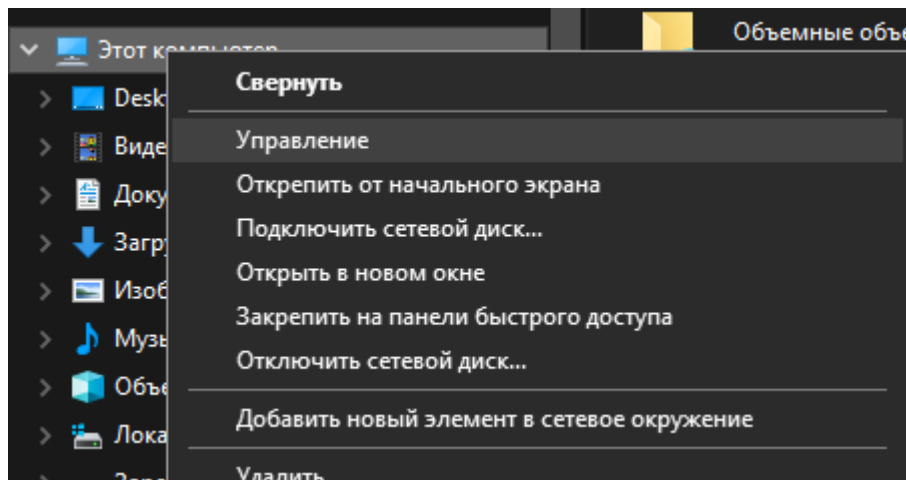
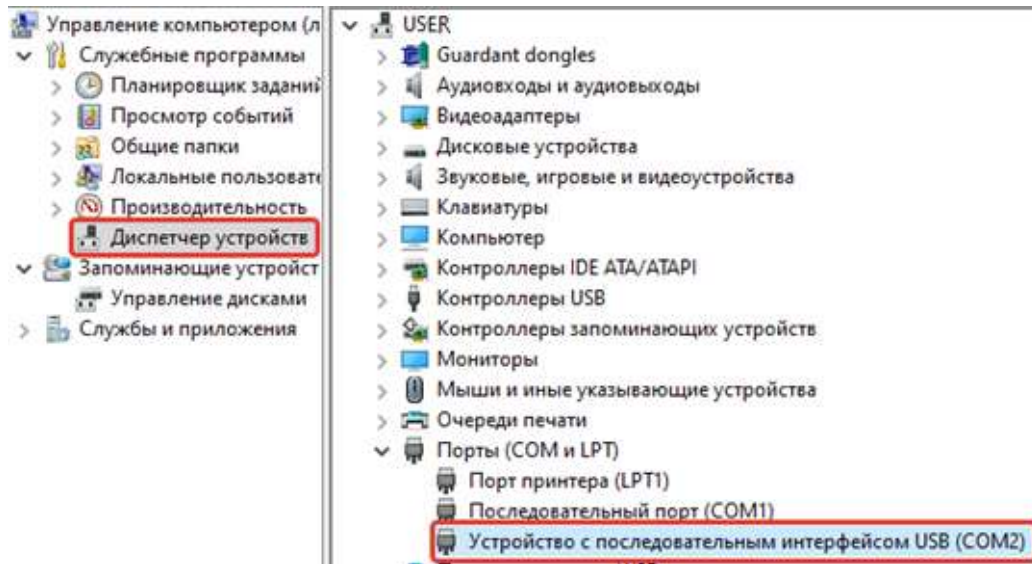

Рисунок 3 – Пункт «Управление» во вкладке «Этот компьютер»
Рисунок 4 – РД-25 в списке COM-портов
3. Проверить появление COM-порта в Диспетчере устройств ПК. Для этого зайти в «Проводник», правой кнопкой мыши нажать на «Этот компьютер» и выбрать пункт «Управление» (см. рисунок 3). В открывшемся окне нажать на пункт «Диспетчер устройств», а затем найти в нем пункт «Порты (COM и LPT)» и щелкнуть по символу «>» рядом с его названием. В открывшемся списке отобразится COM-порт подключенного устройства (см. рисунок 4). Если РД-25 не определился в операционной системе ПК виртуальным COM-портом, нужно установить драйверы на ПК и/или заменить кабель (кабели) и повторить подключение.